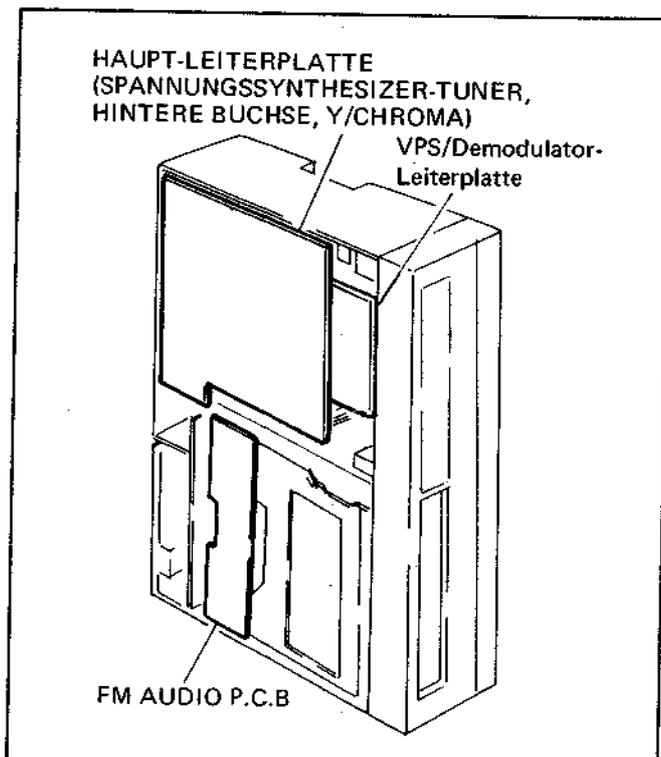

Abb. 1 Bereit für den Abgleich der Haupt-Leiterplatte, der FM-Audio-Leiterplatte und der VPS/Demodulator-Leiterplatte
1. Den Abgleich der Einstellteile auf der Haupt-Leiterplatte (V.S. TUNING, REAR JACK, Y/CHROMA) und der FM-Audio-Leiterplatte von der Leiterbahnseite aus durchführen, wie es in Abb. 1 dargestellt ist.